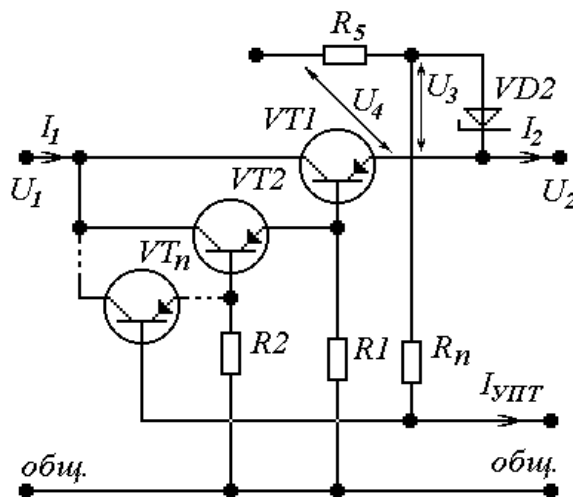

Рис.3. Вариант 3
$$U_{1ном} \geq \frac{U_{2ном} + 2}{1 - \delta_1 - q_1}, \text{ для рис. 3, 4, 5, 6, 7, 8.} \quad (2)$$
$$R_n \leq \frac{U_3 \prod_{i=1}^n K_{I_i}}{I_{PЭmax}}, \text{ для рис. 3, 4, 17, 18, 19, 20.} \quad (16)$$
$$I_{УПТmax} = \frac{U_3}{R_n}, \text{ для рис. 3, 4, 5, 6.} \quad (19)$$
$$U_3 = 5...12B, \text{ для рис. 3, 4, 17, 18, 19, 20.} \quad (81)$$
$$U_4 \geq 1.5U_3, \text{ для рис. 3, 4, 17, 18, 19, 20.} \quad (82)$$
$$R_5 \leq \frac{U_4 - U_3}{I_{cm2min} + I_{УПТmax}}, \text{ для рис. 3, 4.} \quad (20)$$
$$R_i = \left(\sum_{l=1}^n \frac{\prod_{i=0}^{l-1} K_{I_i}}{r_{d_l}} \right)^{-1}, \text{ для рис. 3...8.} \quad (25)$$